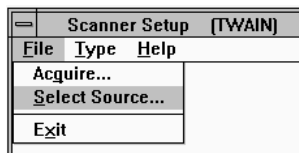

Figure 13 : Configuration du scanner
5. Sélectionnez 'Select Source...' (figure 13).